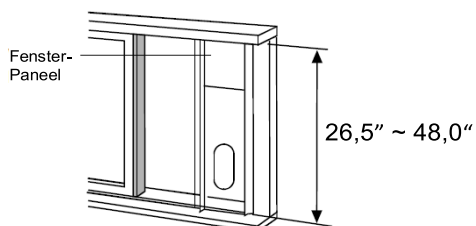

Abb.13
2. Bringen Sie das Fenster-Einschub-Set auf dem Fenster-Unterbau an. Passen Sie die Länge des Fenster-Einschub-Sets entsprechend der Fensterbreite an, kürzen das einstellbare Fenster-Set, falls die Fensterbreite weniger als 26,5 Zoll beträgt. Öffnen Sie den Fensterflügel und bringen das Fenster-Einschub-Set auf den Fenster-Unterbau. Siehe Abb.13.